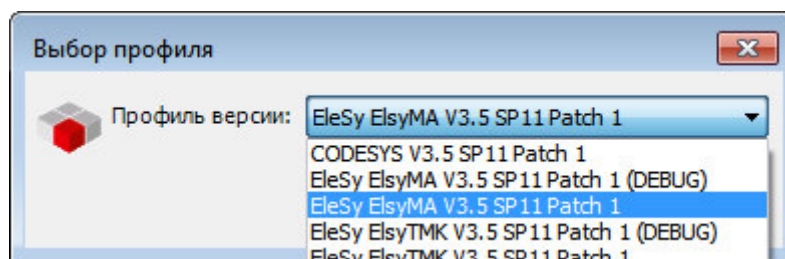

Рисунок 3.1 – Окно выбора профиля CoDeSys
2. В появившемся окне выбора профиля (рисунок 3.1) необходимо выбрать *EleSy ELSYMA V <версия>SP6 Patch <версия>*.